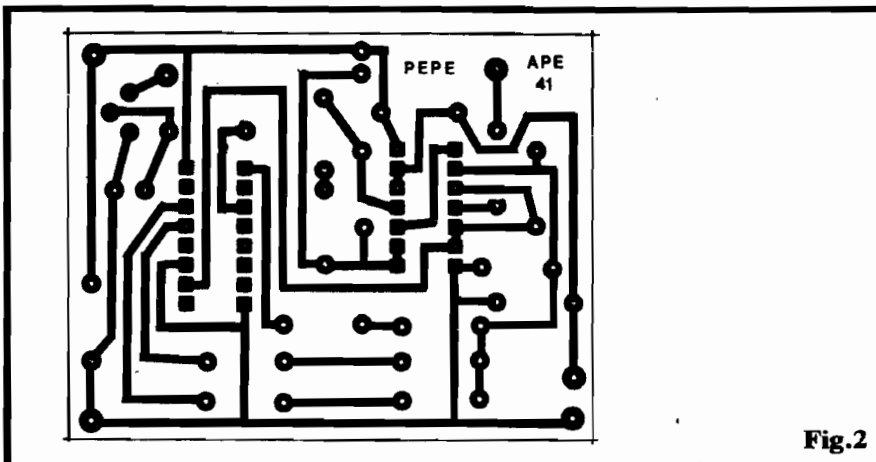

Fig.2
- FIG. 2 - LAY OUT DO CIRCUITO IMPRESSO ESPECÍFICO - Com os dois Integrados no circuito, é praticamente inevitável que sua implementação seja feita num substrato de Circuito Impres-